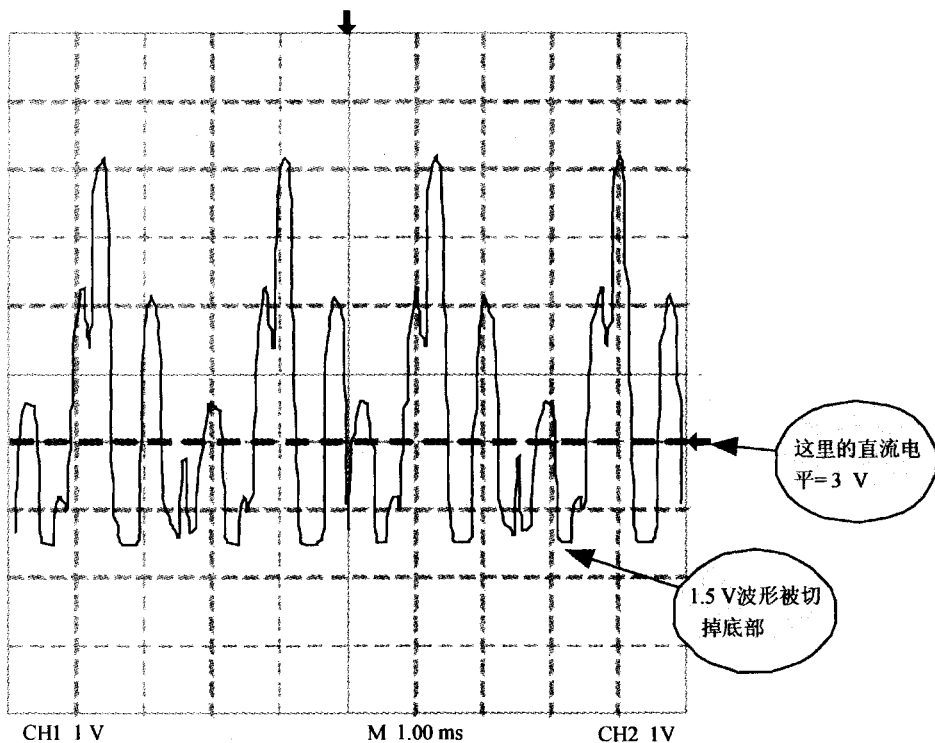

图 5.18
- 信号大一些的时候(振幅超过 $\pm 1.5\text{ V}$),运算放大器内部的下拉输出三极管就饱和了,所以就在如图 5.18 所示的示波器上看见语音信号底部被切割掉了。